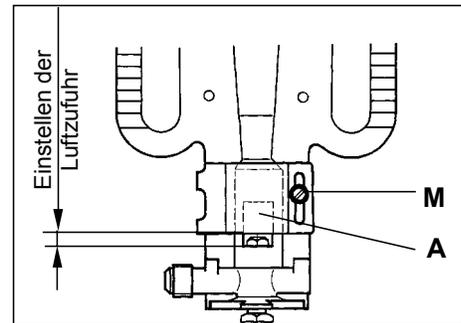

Abb. 19
1. Lösen Sie die Schraube M (Abb. 19), die den Luftzufuhrregler A fixiert.